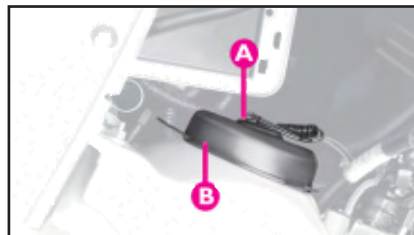

fig. 9
1) Trek stekker **A-fig. 9** los en verwijder de rubberen manchet **B**.